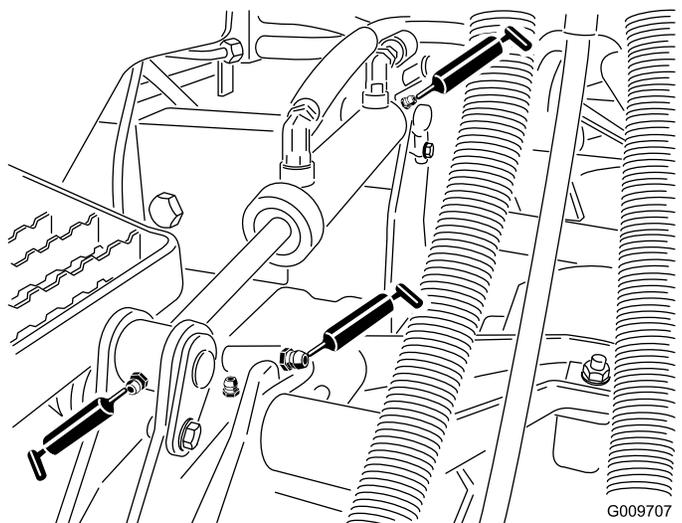

図 36
- 図 36に示す、昇降アームのブッシュデッキ 1台に1ヶ所
- 図 36に示す、昇降シリンダのブッシュデッキ 台に2ヶ所